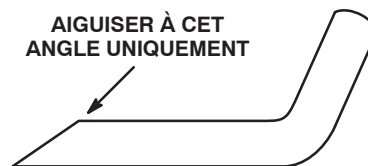

Figure 65
3. Examinez les tranchants de toutes les lames et aiguisiez-les s'ils sont émoussés ou ébréchés. Pour que les lames soient bien coupantes, aiguisiez uniquement la partie supérieure du tranchant en conservant l'angle de coupe d'origine (Fig. 65). Limez la même quantité de métal sur chacun des deux tranchants pour ne pas déséquilibrer la lame.